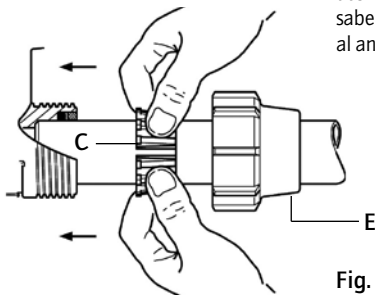

Fig. 4
- Colocar la tuerca (Fig. 4-E) y el anillo de fijación (Fig. 4-C), en el tubo cortado y achaflanado.
- Introducir el tubo en los orificios de entrada y de salida del agua (Fig. 4).
- Empujar hasta el tope el anillo (Fig. 4-C) hacia la entrada, y el otro anillo hacia la salida de agua.
- Apretar la tuerca (Fig. 4-E).
- Posicionar el anillo de fijación separandolo con los dos pulgares puesto en la ranura (Fig. 4-C) pour ne pas racler la colle, despues, apretar la tuerca.